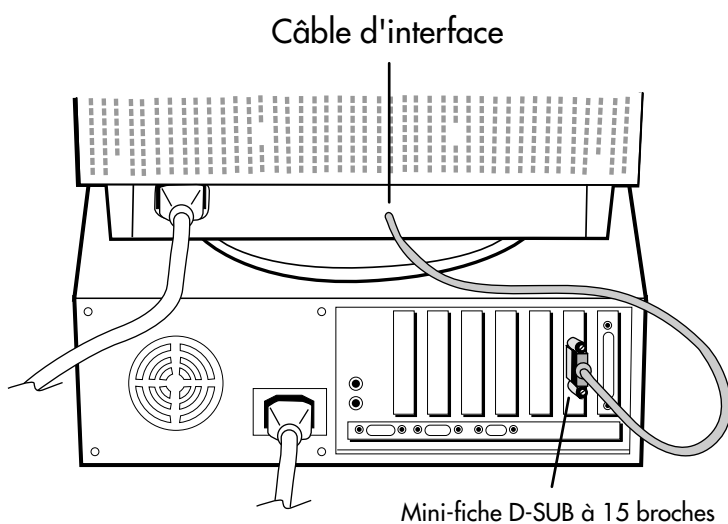

Figure A.1
3. Pour le PC : Connecter la mini-fiche D-SUB à 15 broches du câble d'interface au connecteur de la carte vidéo du système (Figure A.1). Serrer toutes les vis.